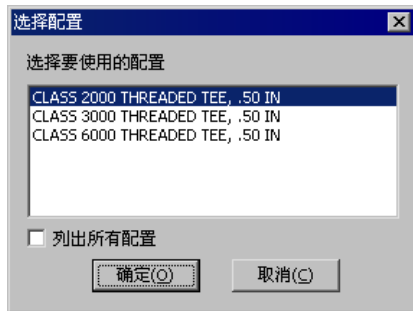

图 11.9.8 “选择配置”对话框
Step3. 定义接头配置。系统弹出“选择配置”对话框，如图 11.9.8 所示，选择 **CLASS 2000 THREADED TEE, .50 IN** 配置，单击 **确定(O)** 按钮。